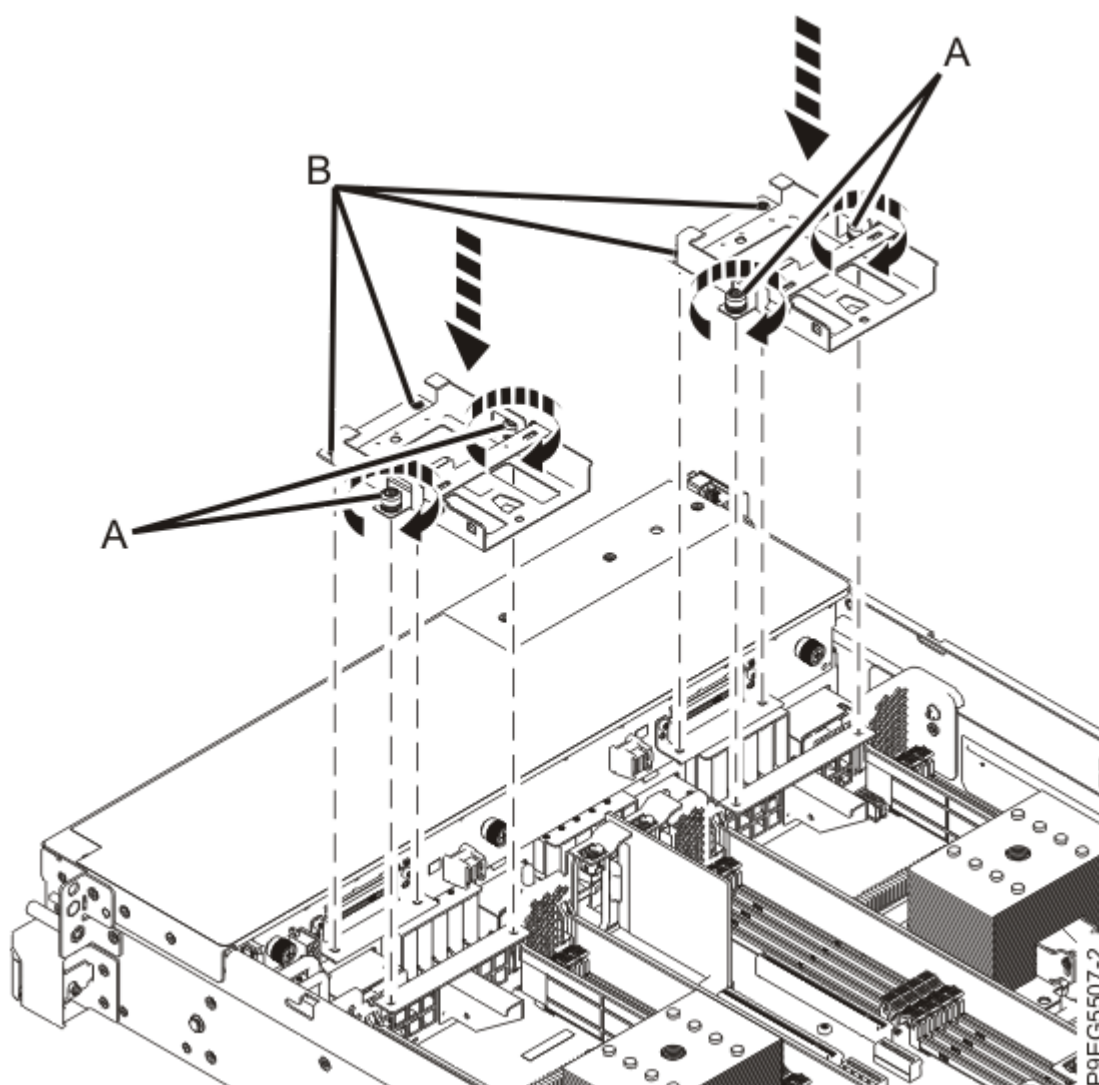

Figura 21. Substituindo as bandejas de unidade
7. Substitua as bandejas de unidade que estão dentro do sistema, conforme mostrado na Figura 21 na página 23.